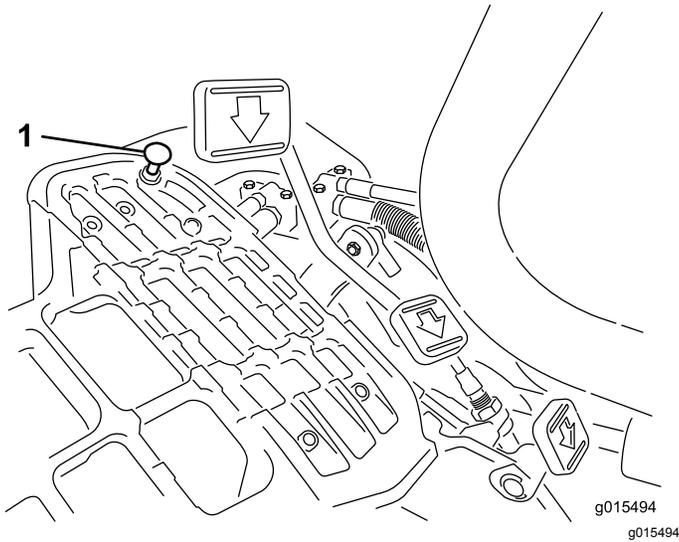

图41
要获得最大行驶速度请将功能控制杆放在行驶位置并踩下驱动踏板。如果在拉线感到张紧力之前踏板接触到限位器图41请执行以下调节程序
1. 将功能控制杆放在行驶位置松开将踏板限位器固定至底板上的锁紧螺母图41。